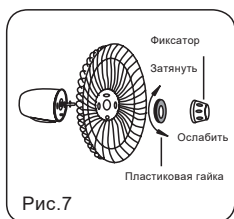

Рис.7
1. Отвинтите фиксатор по часовой стрелке (или выньте его из пакета) и пластиковую гайку против часовой стрелки, чтобы снять их оба. Закрепите заднюю решетку на моторе, затем снова затяните пластиковую гайку. (Рис.7)